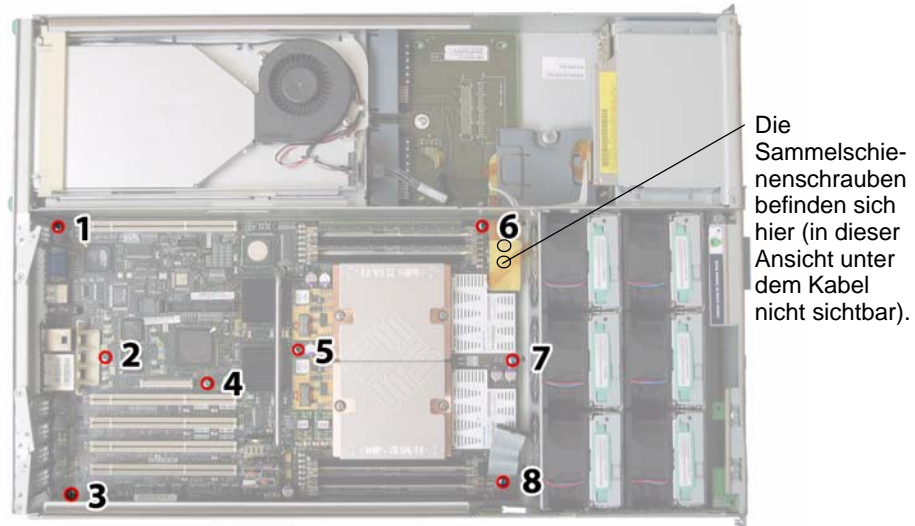

ABBILDUNG 4-52 Lage von Halteschraube der Hauptplatine und Sammelschienenschrauben
14. Lösen und entfernen Sie die acht Kreuzschlitzschrauben, mit denen die Hauptplatine am Gehäuseboden befestigt ist. In **ABBILDUNG 4-52** sehen Sie, wo sich die acht Schrauben befinden.
15. Entfernen Sie mithilfe eines 8-mm-Sechskantschlüssels die beiden Sammelschienenschrauben von der Hauptplatine. Siehe **ABBILDUNG 4-52**.